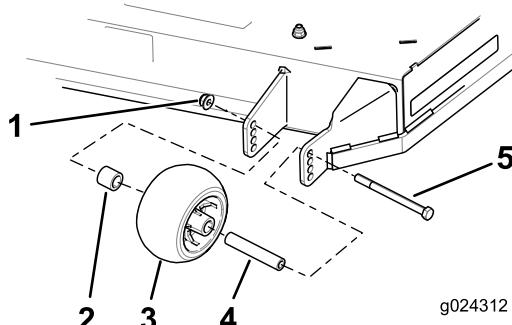

Figure 23
5. Insérez le boulon dans le trou du support et fixez le boulon et le galet anti-scalp avec l'écrou à embase (Figure 23).
3. Retirez l'écrou à embase, le galet anti-scalp et le boulon du support (Figure 23).
4. Alignez le boulon et le galet anti-scalp dans le trou du support correspondant le mieux à la position de hauteur de coupe (Figure 23).